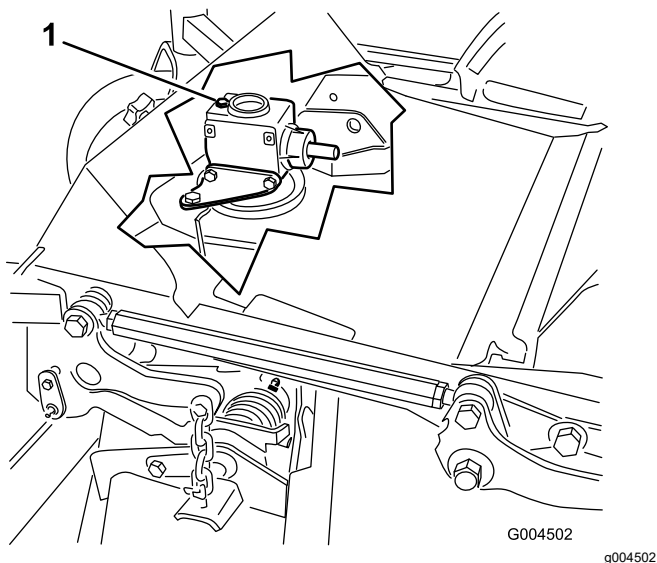

Figura 28
6. Retire la varilla/tapón de llenado de la parte superior de la caja de engranajes y asegúrese de que el lubricante está entre las marcas de la varilla (Figura 28).
6. Retire la varilla/tapón de llenado de la parte superior de la caja de engranajes (Figura 28).